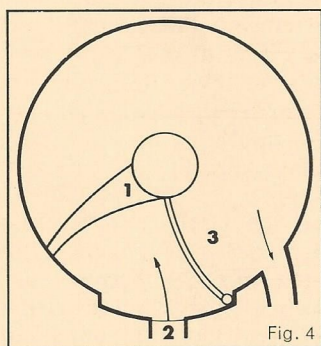

Fig. 4
James Watt, inventeur sur la machine à vapeur du système bielle-manivelle qui permet de transformer le mouvement alternatif du piston en mouvement rotatif, crée une machine à piston oscillant, dans laquelle une pale rotative en forme d'aile (1) accomplissait un mouvement de rotation presque complet en découvrant les lumières d'admission (2) dans une chambre que séparait une paroi radiale cintrée (3), (figure 4).
*James Watt, who invented the steam engine's connecting rod-crank mechanism making it possible to convert the piston's reciprocating motion into one of rotation, produced an oscillating-piston machine in which a wing-shaped rotary blade (1) performed an almost complete revolution, uncovering inlet ports (2) in a chamber separated off by a curved radial wall (3). (Fig. 4).*
James Watt, Erfinder der Dampfmaschine nach dem System Pleuel-Kurbel, bei dem die Hin- und Herbewegung des Kolbens in eine Kreisbewegung umgewandelt wird, baut eine Maschine mit Schwingkolben, in der ein Flügel (1) eine beinahe vollständige Kreisbewegung ausführt und dabei die Einlassöffnungen (2) einer Kammer freigibt, die durch eine radiale und gebogene Zwischenwand in zwei Abteilungen aufgeteilt ist (3) (Abb. 4).